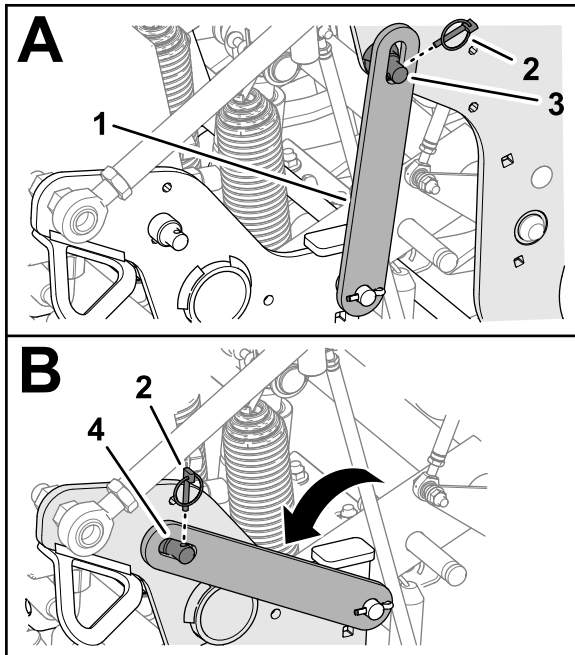

図 112
3. サービスラッチをコアリングヘッドのサポートピンに固定しているリンチピンを取り外す **図 112**。